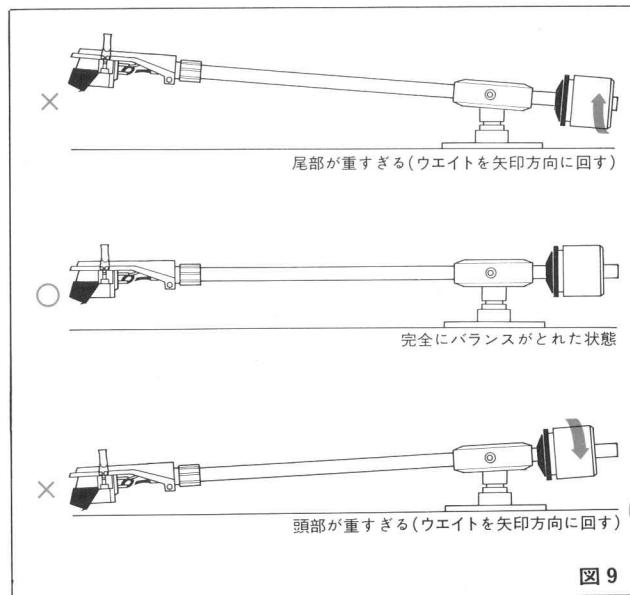

図9
③トーンアームが基点を中心に水平バランスするように図9を参考にしてメインウェイトを前後させて調整します。この時メインウェイトはゆっくり回し、バランス具合をみるとときはフィンガーから指を軽くはなしてみるようにして慎重に調整してください。
④バランスがとれた後、アームレストに戻します。